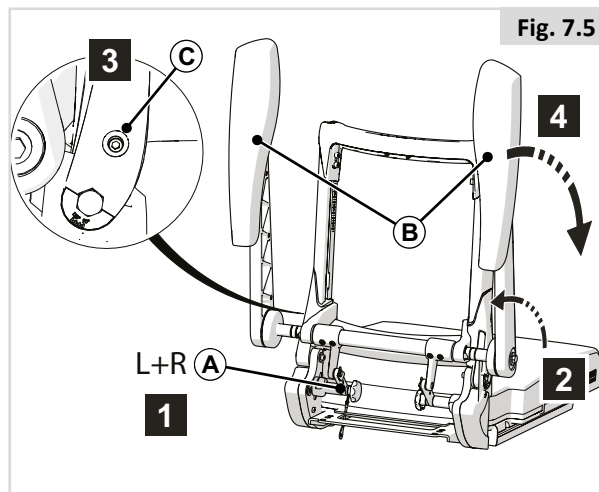

Fig. 7.5
7.4 Rücken mit winkelverstellbaren Armlehnen nach unten falten (Fig. 7.5)